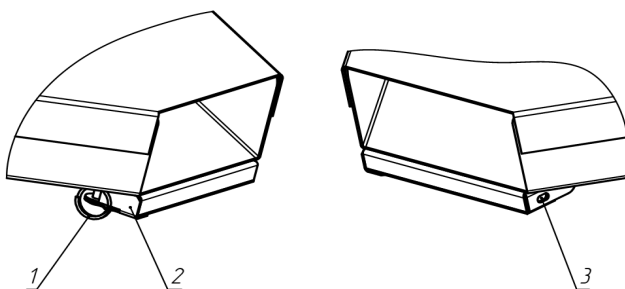

Рис. 2
5.4. Для выемки магнита из коробки сепаратора необходимо (рис.2) снять кольцевой шплинт (1), повернуть в сторону защелку (2), вставить отвертку в противоположное отверстие (3) и нажатием вынуть магнит.